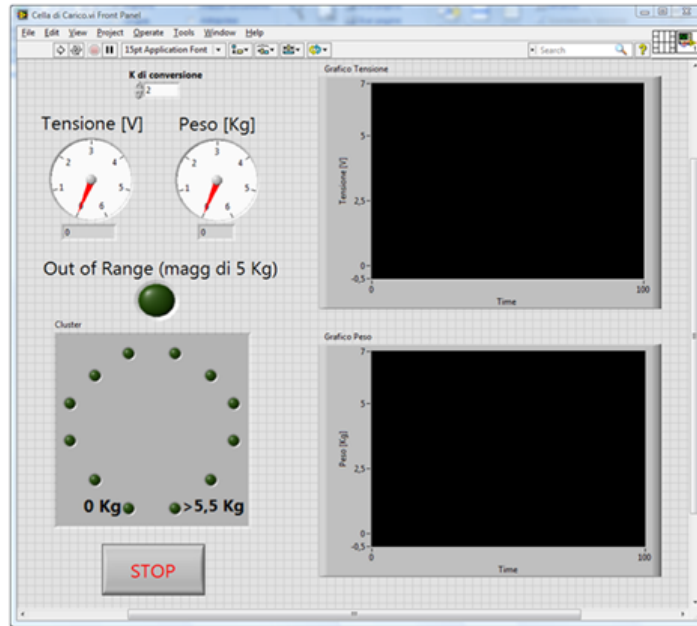

Figura 8.4: Pannello Frontale LabVIEW
L'interfaccia utente LabVIEW che si dovrà creare (figura 8.4) presenta un controllo numerico per l'inserimento del fattore K di conversione da tensione acquisita a peso applicato alla cella di carico. Inoltre vi sono due indicatori tipo manometro e due grafici per la visualizzazione della tensione acquisita e il peso applicato. Nell'interfaccia utente sono presenti anche un LED che segnala all'utente quando il peso applicato è maggiore del massimo peso ammissibile, e un insieme di dodici LED che si accenderanno in sequenza con colori diversi in base al peso applicato, oltre che al pulsante di stop per fermare l'esecuzione del VI.
Sul pannello frontale cliccare il tasto destro del mouse per far comparire la palette **Controls**. Ora estendere la voce *Modern* (la prima) della palette, selezionare *Boolean* e inserire un pulsante di *Stop* sul pannello frontale. Sempre alla voce *Modern* selezionare *Numeric* e inserire due indicatori numerici tipo manometro (*Gauge*) e un controllo numerico. Infine sempre alla medesima voce (*Modern*) selezionare *Graph* e inserire due *Waveform Chart*. Ora con gli strumenti *Positioning* e *Labeling* sistemarli e rinominarli come in figura 8.4. Per quanto riguarda i due grafici, sempre con lo strumento *Labeling*, rinominare entrambe gli assi y, uno in "Tensione [V]" e l'altro in "Peso [kg]". Successivamente cliccare il tasto destro del mouse in corrispondenza delle due etichette appena inserite sugli assi y e, nel menù a tendina che comparirà, deselegnare *Autoscale Y* per entrambi i grafici. In seguito con lo strumento *Labeling* inserire sull'asse y di entrambi i grafici i valori massimo (7) e minimo (-0,5), come in figura 8.4. Inoltre rinominare anche i valori massimo (6) e minimo (0) presenti all'interno dei due indicatori di tipo manometro. Per far comparire i display sotto gli indicatori tipo manometro cliccare sopra di essi col tasto destro del mouse e selezionare *Visible Item»Digital Display*. Alla voce *Modern* della palette Controls selezionare *Boolean* e inserire dodici *Round LED*. Cercare di disporli a formare un cerchio rispettando l'ordine d'inserimento come nella vignetta qui a lato. Per
associare a ogni LED un colore diverso, che va dal verde (0kg) al rosso acceso (fuori range e a rischio danneggiamento permanente della cella di carico, cioè maggiore di 5.5kg), bisogna cliccare tasto destro del mouse sopra ogni LED, selezionare *Properties*, e nella schermata *Appearance* delle impostazioni che comparirà andare su *Colors*. Qui si deve cliccare sul quadratino colorato On e, dalla tavola dei colori che comparirà, scegliere il colore appropriato. Completare questa operazione per ogni LED fino a ottenere l'effetto desiderato. Tenere presente che per visualizzare i colori dei LED appena inseriti bisogna, con lo strumento *Operating*, cliccare su ogni LED per portarlo nello stato On (perché altrimenti si visualizzano tutti verde scuro, cioè del colore associato alla modalità Off). Con lo strumento *Positioning* cliccare col tasto destro del mouse su un LED per volta e deselegionare *Label* alla voce *Visible Item*, tranne il primo e l'ultimo che si dovranno rinominare con lo strumento *Labeling* in "0 Kg" e ">5.5 Kg" rispettivamente (figura 8.4). Così facendo si renderà un po' più chiaro l'utilizzo di questi indicatori e si elimineranno le etichette inutili associate ai LED. Successivamente si devono inserire questi dodici led all'interno di un cluster. Per fare ciò alla voce *Modern* della palette Controls selezionare *Array, Matrix & Cluster* e inserire un cluster (si dovrebbe visualizzare sul pannello frontale come un riquadro vuoto grigio scuro). Con lo strumento *Positioning* ingrandire il cluster a sufficienza per alloggiarvi al suo interno il cerchio composto dai dodici LED. Ora, sempre con il medesimo strumento, selezionare tutti i dodici LED e trascinarli dentro il cluster. Se si prova ad aprire il diagramma a blocchi si può notare che al posto di vedere i terminali dei dodici indicatori LED, si vede solo un unico terminale viola chiamato cluster. Per finire l'implementazione del pannello frontale, alla voce *Modern* della palette Controls selezionare *Boolean* e inserire un ultimo *Round LED*. Con lo strumento *Labeling* rinominare quest'ultimo in "Out of Range (magg di 5 kg)" e con lo strumento *Positioning* sistemarlo come in figura 8.4.